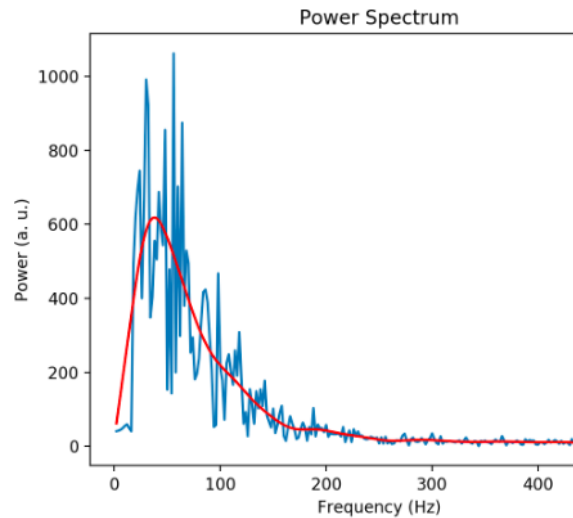

Abbildung 1.9: Auswahl von eines 0.5 Sekunden langen Intervalls nach Anwendung der Filter.
- (c) Filtern Sie die spektrale Leistungsdichte mit dem gleichen *butterworth* Filter, mit dem Sie auch die Einhüllende der Muskelaktivität berechnet haben und einer cutoff-Frequenz von 40 Hz. Das gefilterte Spektrum wird in Abbildung 1.9 gezeigt.